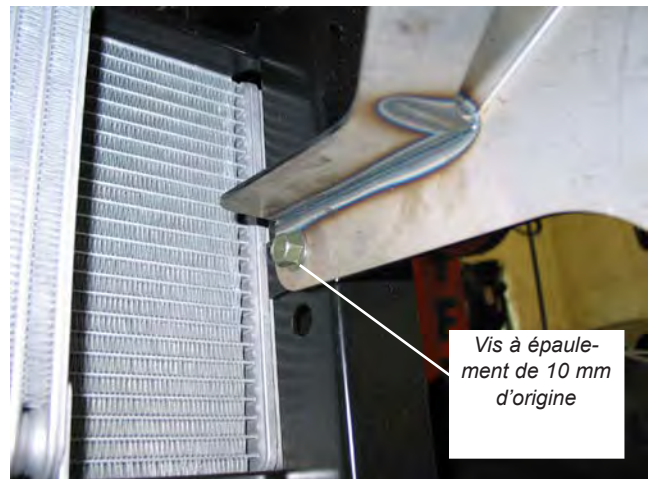

Figure 2
2. Fixez le pare-chocs au cadre à travers les trous de montage supérieurs, comme l'indique la Figure 2, en utilisant deux vis à épaulement de 10 mm fournies par l'usine. Serrez à la main à cette étape.